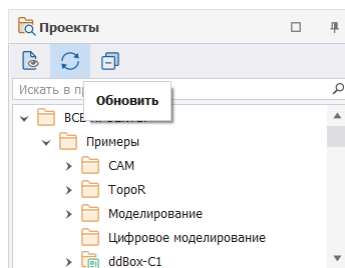

Рис. 9 Обновить дерево
- Обновить дерево, Рис. 9. Нажатие данной кнопки вызывает функцию обновления и синхронизации данных дерева проектов.